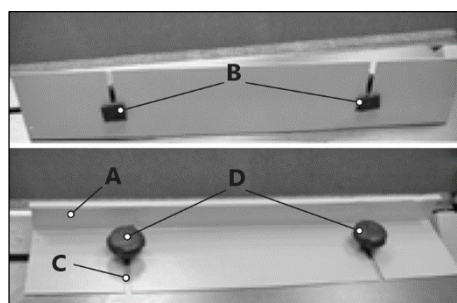

Рисунок 7.
Установите в пазы (C) параллельной направляющей (А) крепеж (D) (рис. 7). Поместите вставки (B) крепежа в паз рабочего стола. Зафиксируйте положение направляющей. За счет наличия пазов положение параллельной направляющей можно регулировать.